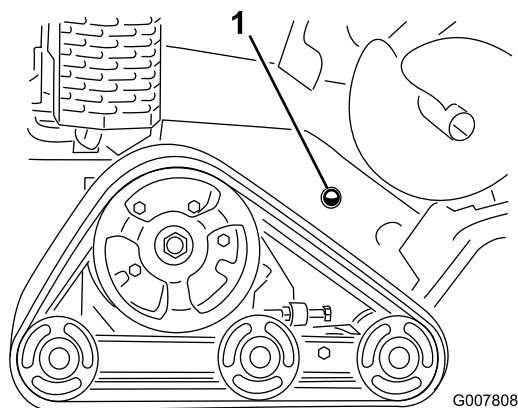

Figure 7
2. Contrôlez le niveau de liquide hydraulique dans le regard de niveau situé sur l'avant du panneau droit (Figure 7).
- C. Versez le liquide de refroidissement spécifié dans le goulot de remplissage jusqu'à ce que le liquide recouvre la moitié du regard de niveau (Figure 7).